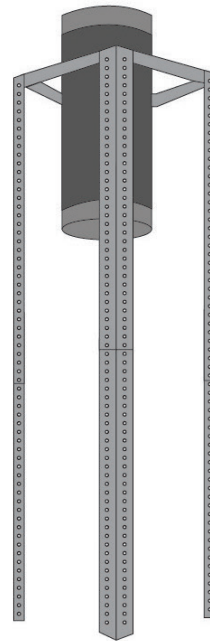

Figure 4
- Laissez le tuyau de conduit aller à l'intérieur du trou du plafond. Voir figure 4.